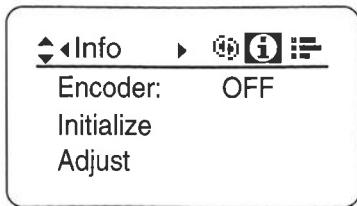

Fig7-1
2. Setキーを押し、左右キーを押し、Info画面を表示させてください。(Fig7-1)